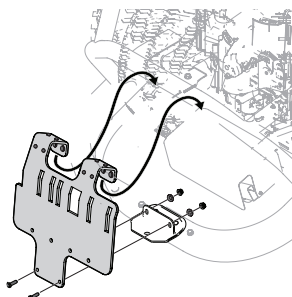

Figura 5
4. Cuelgue el conjunto del soporte del adaptador en el tubo del bastidor superior y conecte al adaptador del soporte de enganche (789-02298) con dos tornillos (710-0376), dos arandelas de cubeta (736-0242) y dos tuercas de seguridad de brida (710-04063). Consulte Figura 5.